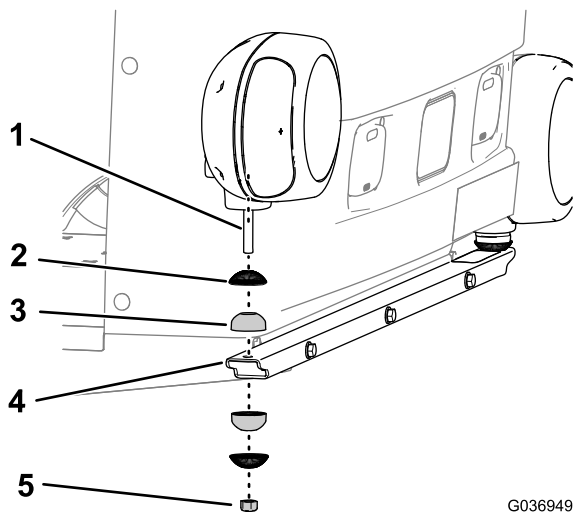

Figura 9
- Retire a porca de bloqueio (10 mm), uma metade de junta e uma armação serrada do conjunto do farol (Figura 9).
- Alinhe o poste roscado do farol com o furo vertical na extremidade do suporte do farol (Figura 9).
Nota: Certifique-se de que a metade da união superior e a armação serrada estão alinhadas como se mostra na Figura 9.